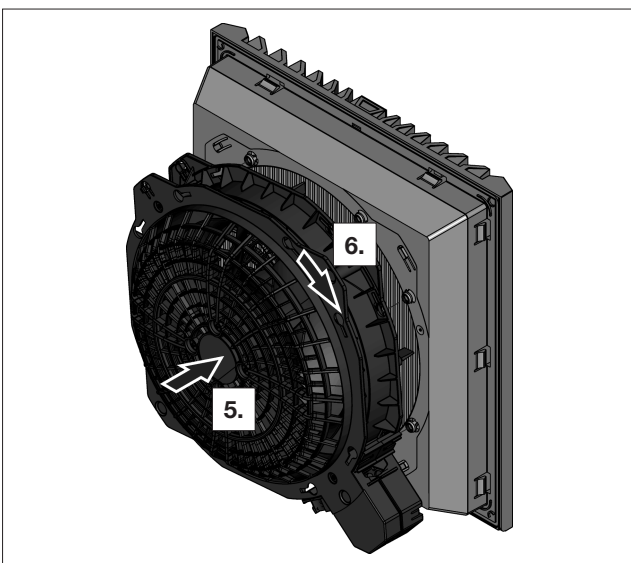

Fig. 17 : verrouillage de la fermeture à baïonnette
- Insérer à nouveau le bloc moteur du ventilateur dans le carter où est logé le filtre (voir fig. 17).